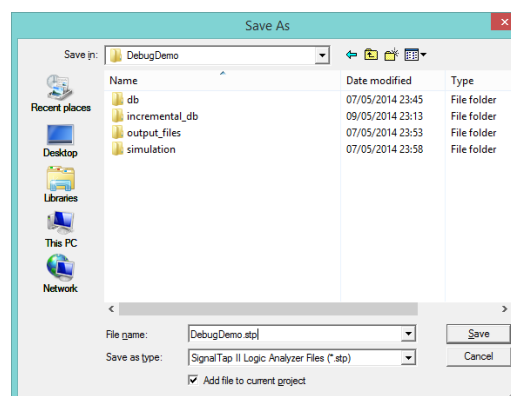

Figura 8 – Gravação do ficheiro na aplicação *SignalTap II Logic Analyser*.
6. Seguidamente, grave o ficheiro com o nome *DebugDemo.stp* (figura 8):